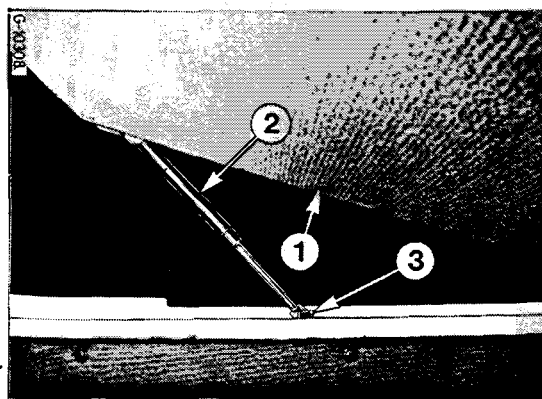

Figure 15a
En cas d'urgence, poussez les vérins (2, Fig. 15a) hors des fixations (3) et ouvrez complètement le panneau.